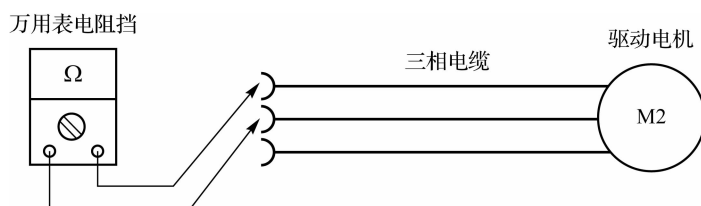

图 2-71 驱动电机三相绕组的检查
- (1) 确认点火开关置于 OFF 挡位、动力电池维修开关已拔掉。
- (2) 选择绝缘工具,按照规范操作要求,将电机控制器侧三相电缆接头拆下。
- (3) 选择万用表电阻挡。
- (4) 如图 2-71 所示,红、黑表笔分别触接三相绕组中每两相绕组,万用表电阻均应为导通状态(因绕组漆包线较粗,故阻值较小),否则,应判断电机绕组断路。